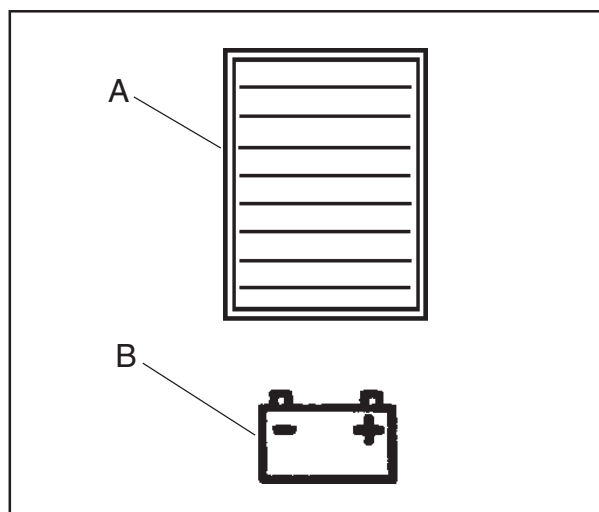

Figura 7
El medidor de carga de la batería (consulte la figura 7) del panel de control tiene una lectura digital con 10 posiciones fijas (A) y además un indicador parpadeante (B). Las barras que aparecen en la pantalla indican el nivel de carga aproximado con el ícono (parpadeante) de batería descargada.